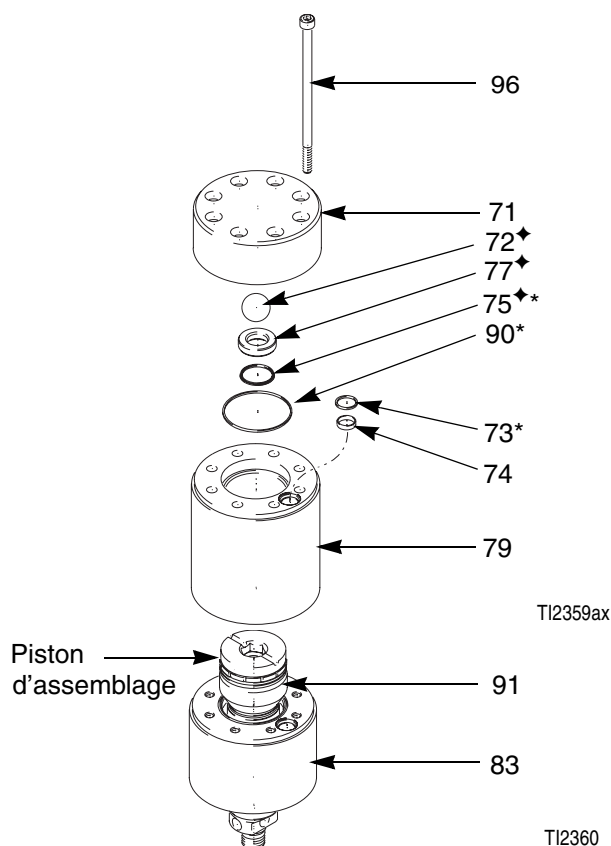

FIG. 11
2. Desserrer et ôter les vis (96). Voir FIG. 11.
3. Enlever le corps de vanne (71). Cela permet d'accéder au clapet de refoulement. Examiner la bille (72*) et le siège (77*) et les remplacer s'ils sont usés.
6. Mettre le piston en place dans le logement des joints (83). Placer les joints (80*, 74 et 73*) dans le corps de vanne (83). Remplacer les joints 73* et 80* si nécessaire. Voir FIG. 11.
7. Mettre le cylindre (79) en place. Remplacer le cylindre s'il présente des traces d'usure.
8. Mettre les joints (90*, 74 et 73*) dans le cylindre (79). Remplacer les joints (90* et 73*) si nécessaire.
10. Mettre le corps de vanne (71) en place.
11. Placer les vis (96) et serrer à 24,4-25,8 N•m (216-228 in-lb).